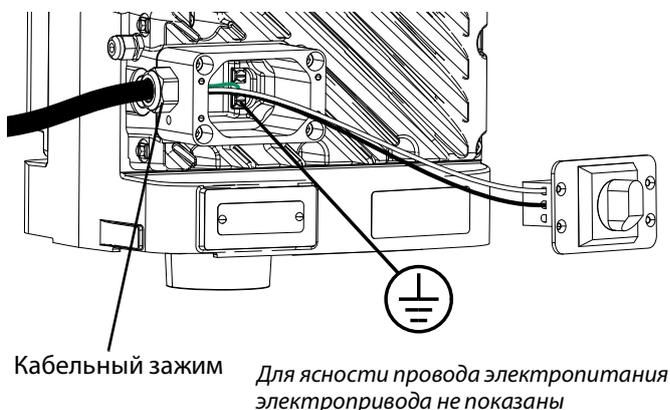

Рис. 6: Подключение питания
5. Подключите провод заземления к одной из клемм заземления в распределительной коробке, как показано на **Рис. 6**.